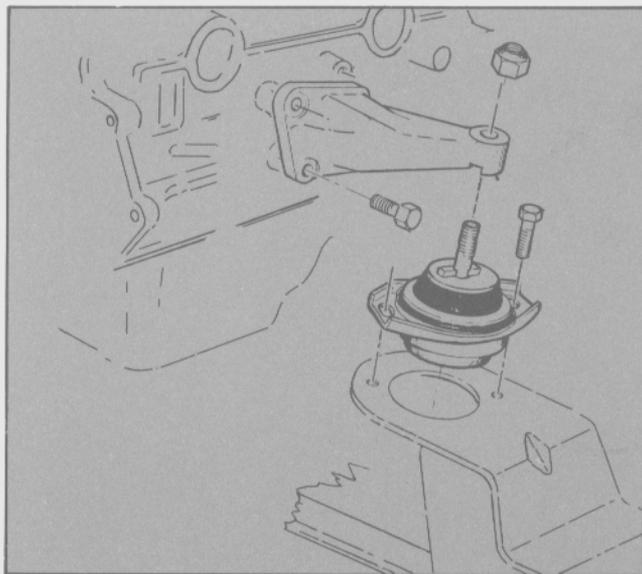

Fig. 14 - Instalación de los soportes delanteros del motor
- Extraer los tornillos de los soportes delanteros (Fig. 14).